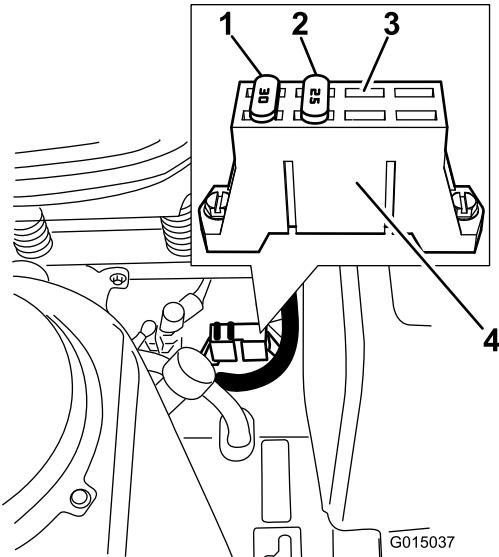

Figure 55
1. Les fusibles sont situés sur la console droite, près du siège (Figure 55).
3. Posez un fusible neuf de même intensité que celui déposé (Figure 55).